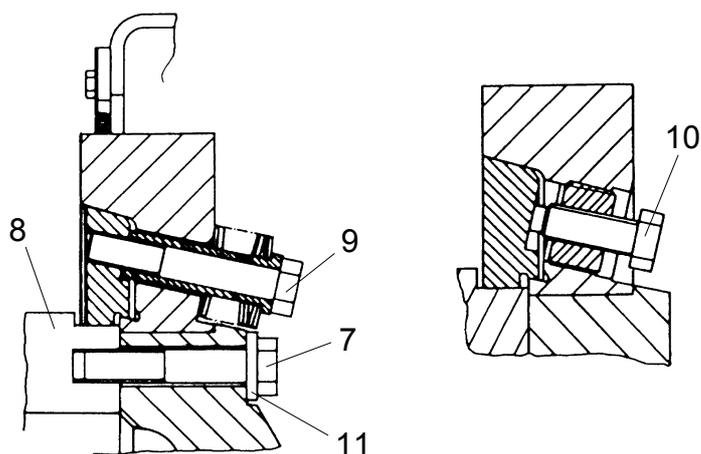

Abb. 7.2
- Die 3 Montagebolzen (13) in die dafür bestimmten Gewindelöcher der Pressform einschrauben.
- Formenheber an Pressform befestigen. Die Pressform mit Winde (14) auf die richtige Höhe heben und die Montagebolzen einführen. Die 12 Klemmsegmente (15) müssen gelöst sein.
- Schrauben (Abb. 7.2, Pos. 10) zurückdrehen.
- Schrauben (Abb. 7.2, Pos. 7) mit 8 mm dicken Unterlegsscheiben gleichmässig, gegenüberliegend anziehen. Anziehmoment: 700 Nm
- Klemmsegmente mit Sechskantschrauben (16) gleichmässig, gegenüberliegend schrittweise anziehen (Reihenfolge: A–B → C–D etc.). Anziehmoment: 700 Nm
- Schrauben (*Abb. 7.2, Pos. 10*) leicht anziehen, damit sie sich durch die Rotation der Pressform nicht lösen.
- M24x140 (Abb. 7.2, Pos. 7)*
- *Unterlegsscheiben (Abb. 7.2, Pos. 11) müssen 8 mm dick sein.*